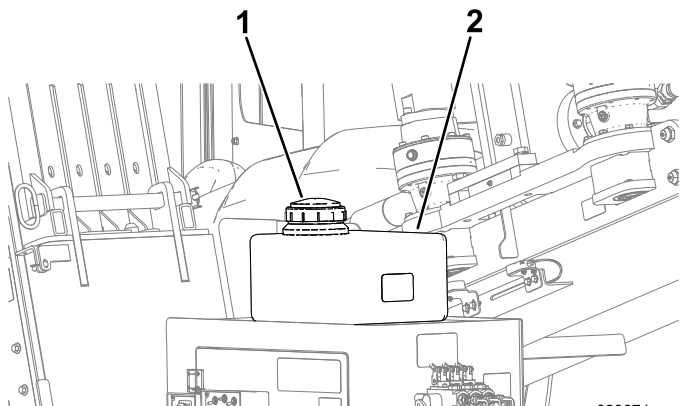

Рисунок 129
- C. Снимите крышку бака антифриза насоса бурового раствора (Рисунок 129).
- D. Убедитесь, что бак заполнен антифризом (Рисунок 129).
- D. Заправляйте бак антифризом по мере необходимости (Рисунок 129).
5. Установите крышку бака антифриза (Рисунок 129).